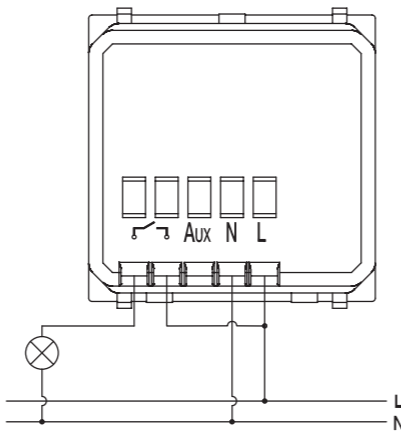

Рисунок 3: Схема основного подключения
1. Подсоединить устройство, согласно схеме подключения. Рисунок 3, 4 и 5.